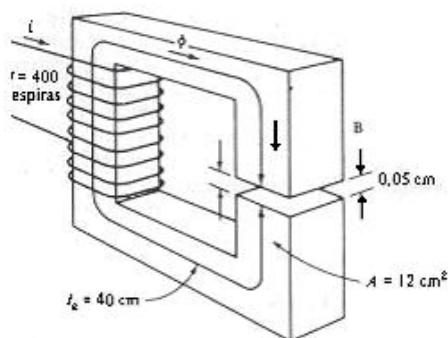

Fig. 1
3.-La Fig. 1 muestra un núcleo ferromagnético cuya longitud de trayectoria media es de 40 cm. Hay un pequeño entrehierro de aire de 0,05 cm en la estructura del hierro. El área de la sección transversal del núcleo es de 12 cm^2 , su permeabilidad relativa es de 4000 y la bobina de alambre sobre el núcleo tiene 400 vueltas. Suponer que el efecto de borde del entrehierro de aire aumenta el área efectiva de la sección transversal de éste en un 5% y hallar: (a) la reluctancia total al paso del flujo (núcleo más entrehierro de aire) y (b) la corriente necesaria para producir una densidad de flujo de 0,5 T en el entrehierro de aire.